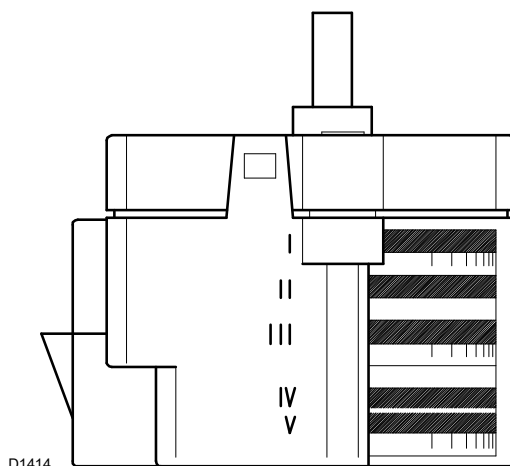

Fig. 22
- Leva I:** Regulada en 0° (posición del registro de aire cerrado en parada). Para abrir parcialmente, aumentar esta regulación (Fig. 22).